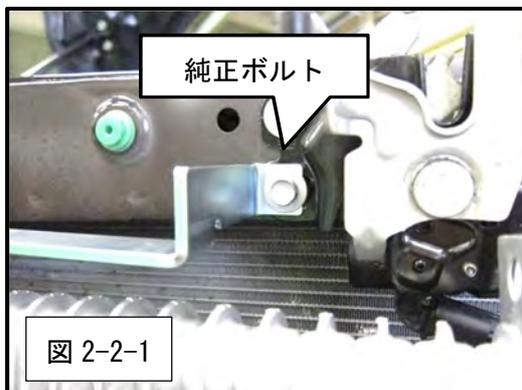

図 2-2-1
(2) ラジエーターコアを車両に取付けてください。(図 2-2-1、2-2-2、2-2-3)